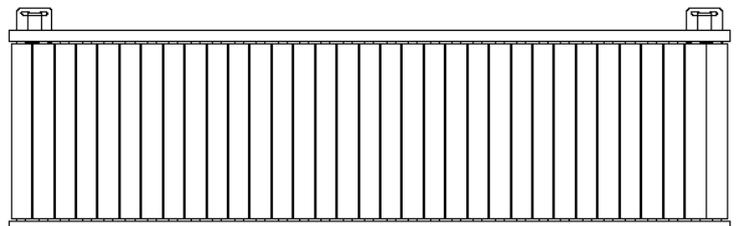

Abb. 3: Montagemöglichkeit 2
- Befestigen Sie die Wandhalterungen für die waagerechte Aufhängung der Rollenrutschbahn (Abb. 3) gemäß der Abbildung 5.